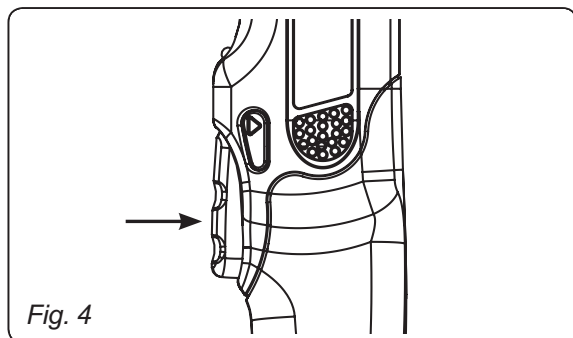

Fig. 4
1. Pour mettre en marche l'outil appuyer sur l'interrupteur. Pour l'arrêter relâcher l'interrupteur. (Fig. 4)